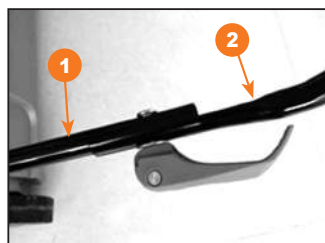

Рис. 3
4. Соедините нижнюю часть **1** и среднюю части рукоятки **2** с помощью крепежных клипс, болтов и шайб (рис. 3).